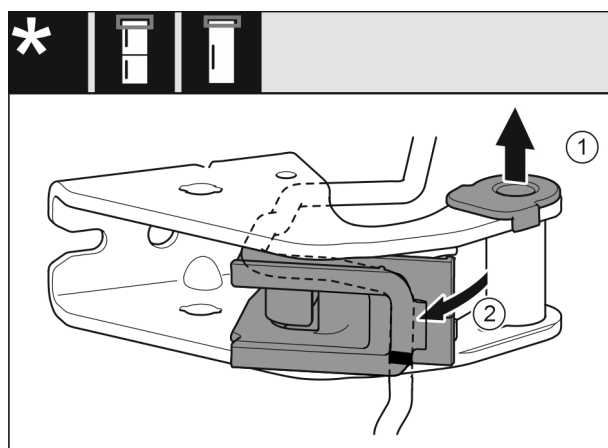

Fig. 26
- ▶ Húzza ki a csapágyperselyt a vezetősínből. Fig. 26 (1)
- ▶ Fordítsa ki a kábeltartót. Fig. 26 (2)